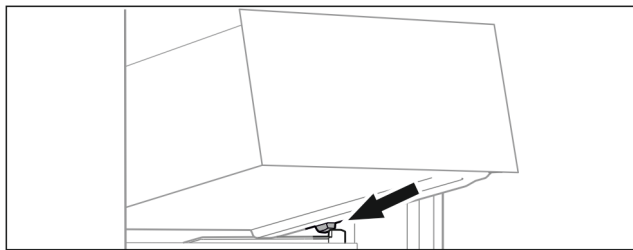

Fig. 90
- Nasad'te zásuvku šikmo za zarážky na žebrování na nádoby. (viz Fig. 90)